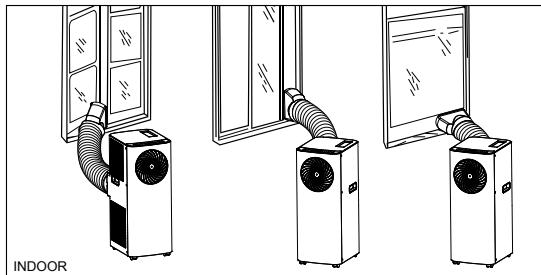

Fig. 4
- 2/ Schuif de andere uitlaatconnector (nr. 13) over de luchtauilat (nr. 7) aan de achterkant van de unit Schuif de slang (nr. 11) uit tot de gewenste lengte en plaats de uitlaatpijp (nr. 14) door een open raam, zoals weergegeven in fig. 4.